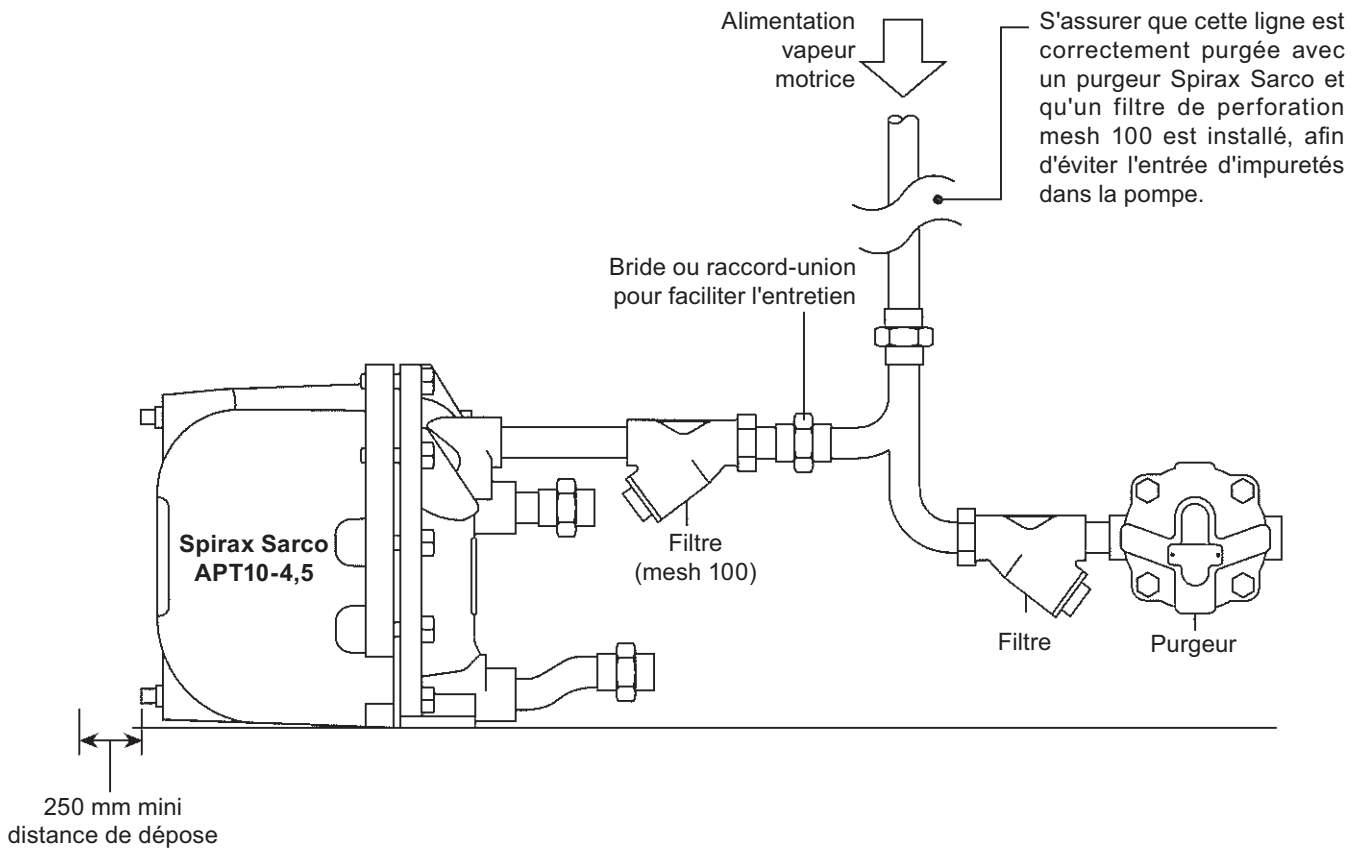

Fig. 4 Suggestion de raccordement des lignes vapeur motrice et échappement
#### 3.3 Raccordements (Voir schéma d'installation Fig. 4 ci-contre)
**4.1** Après avoir vérifié que les tuyauteries d'entrée et de sortie de condensat de vapeur motrice et d'échappement/équilibrage sont bien raccordées comme indiqué Fig. 4 et 5, ouvrir lentement la vapeur motrice. S'assurer que l'échappement/équilibrage est ouvert et qu'il n'y a pas de restriction.
L'APT10-4,5 fonctionne suivant un principe de déplacement positif. Le condensat entre dans le corps par un clapet anti-retour à battant et entraîne la montée du flotteur. Le flotteur est relié aux mécanismes "purgeur" et "pompe" via un pivot multi-liaison. Si la pression amont PS à l'entrée est suffisante pour vaincre la contre-pression PB à la sortie (Fig.4), les condensats sont évacués par l'ouverture du clapet mécanisme de purge à deux étages. Le flotteur détecte alors automatiquement le taux de condensat entrant dans l'APT10-4,5, et régule proportionnellement l'ouverture ou la fermeture du purgeur.